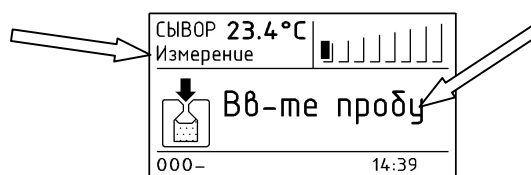

Рис.32. Индикация готовности анализатора к измерению в пробах.
3.8.8. На дисплее надпись **«Калибр.ОК»/«калибровка»** меняется надписью **«Вв-те пробу»/«измерение»**. Таким образом, анализатор перешел из режима калибровки в режим измерения (см. рис.32, указание стрелок).